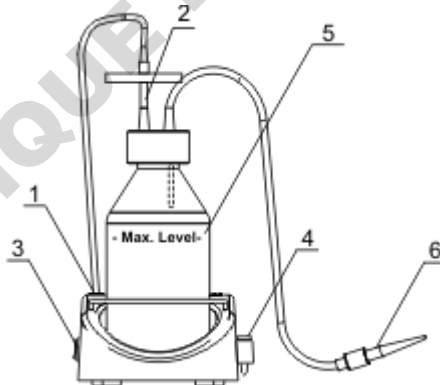

Fig. 1 Appareil assemblé
- Le niveau du tampon collecté ne doit pas excéder le niveau maximal (voir la Figure 1/5). Videz la fiole collectrice lorsque le liquide a atteint son niveau maximal. Prenez les précautions nécessaires conformément aux normes générales de laboratoire lorsque vous utilisez des déchets liquides.
- vissez le tuyau de sortie au connecteur femelle de la prise de la pompe (Fig.1/1) situé sur le dessus de l'appareil (en tournant dans le sens des aiguilles d'une montre);
- vérifiez que le filtre soit fermement inséré dans le connecteur (Fig.1/2);
- placez le tube dans le porte-tubes (fig.1/4) situé sur le côté droit du FTA-1.
- retirez les tubes du porte-tubes situé sur le côté droit du FTA-1 (fig.1/4);
- placez le support de stockage MA-8 (fig.1/1) dans le support (fig.2/1);
- retirez l'extrémité d'aspiration standard du tuyau d'entrée de (fig.1/6) et connectez l'extrémité d'aspiration MA-8 (fig.2/2);
- 4.2. Mettez l'appareil sous tension à l'aide de l'interrupteur d'alimentation (**Power**) situé sur la surface latérale (fig.1/3).
- 4.4. Utilisez le mini-support (Fig. 1/4) situé sur le côté droit de l'appareil pour laver et stocker l'extrémité d'aspiration. Le support peut accueillir deux tubes (par ex. pour la solution d'acide chlorhydrique et de distillat).
**Attention!** Pendant l'utilisation, veillez à ce que le niveau du tampon collecté n'excède pas le niveau maximal (voir la Figure 1/5). Videz la fiole collectrice lorsque le liquide a atteint son niveau maximal (conformément à la section 4.6).
- 4.5. Un fois l'opération terminée, mettez l'appareil hors tension en appuyant sur l'interrupteur d'alimentation (**Power**) (fig.1/3), puis déconnectez le bloc d'alimentation externe du circuit électrique.